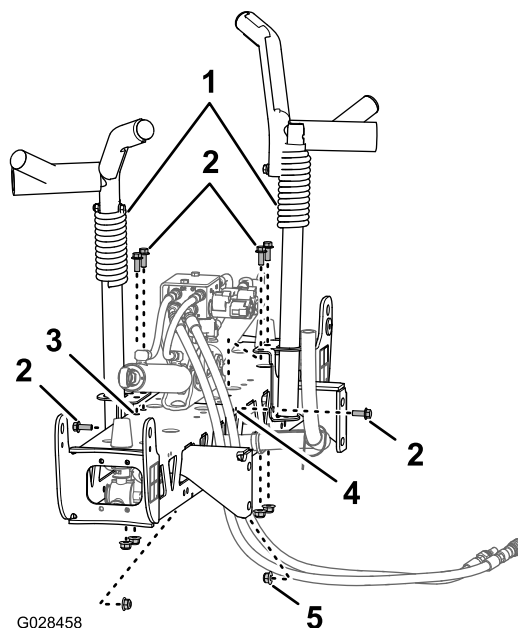
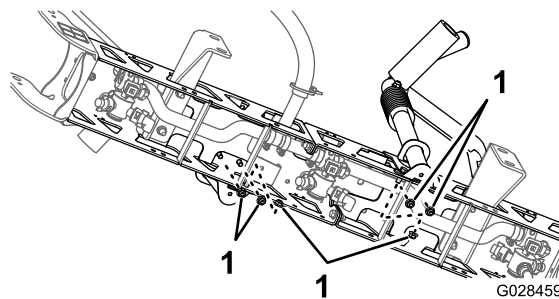

Рисунок 37
Рисунок 38
2. Выровняйте транспортировочные опоры стрелы по средней секции стрелы (Рисунок 37).
3. Подсоедините опоры к секции стрелы (Рисунок 37 и Рисунок 38) с помощью 6 болтов ( $\frac{3}{8}$  x 1 дюйм) и 6 фланцевых контргаек ( $\frac{3}{8}$  дюйма).